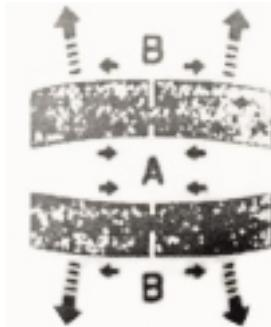

Рисунок 6
- Находящееся под механическим повреждением дерево (рис. 6) необходимо вначале надпилить на стороне сжатия (A). Только после этого можно произвести распил со стороны растяжения (B). Это позволяет избежать зажатия полотна пилы.